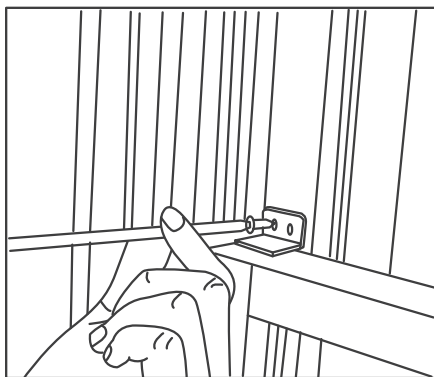

Fig.11
- 6 Para asegurar que la hoja móvil no se desplace, utilice las trabas correspondientes con dos orificios y tornillos de 3/4" (19 mm) según se muestra (Fig.11).